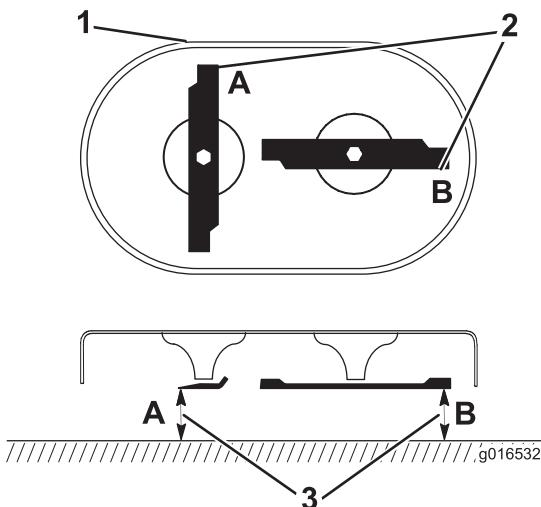

Figura 43
1. Gire las cuchillas a la posición mostrada en Figura 43.
2. Mida desde una superficie nivelada hasta los filos de corte, en las posiciones A y B (Figura 43) y anote las dimensiones.
3. Gire las cuchillas de manera que sus extremos opuestos están en las posiciones A y B (Figura 43).